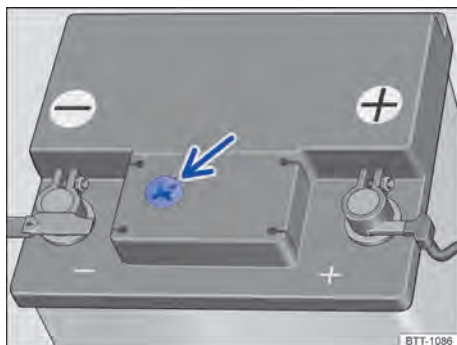

Fig. 208 No compartimento do motor: exemplo de posição do visor no lado superior da bateria do veículo.
- O visor redondo → **Fig. 208** na parte superior da bateria do veículo muda de cor conforme o nível do eletrólito.